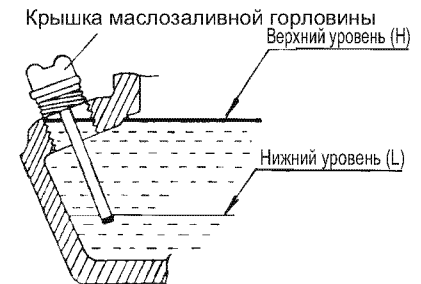

Рис. 54
4. Наливайте масло до верхнего предела, который указан на крышке маслосаливной горловины. (Рис. 54)